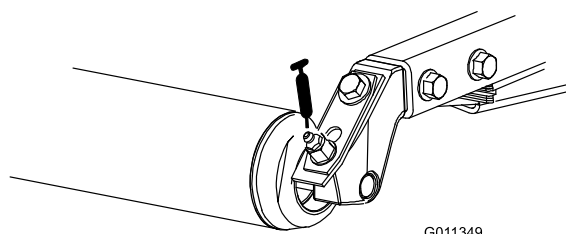

図 43
- ・ 後ローラのベアリング (各カuttingユニットに2ヶ所) (図 43)
注 ローラの注入部 (図 43) 面一フィッティングなので、グリスガン用ノズルアダプタが必要です。パーツ番号は P/N 107-1998。ご注文は Toro 代理店へ。